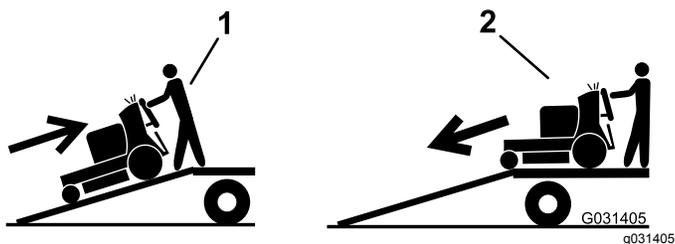

Figura 26
5. Suba a rampa em marcha atrás (Figura 26).